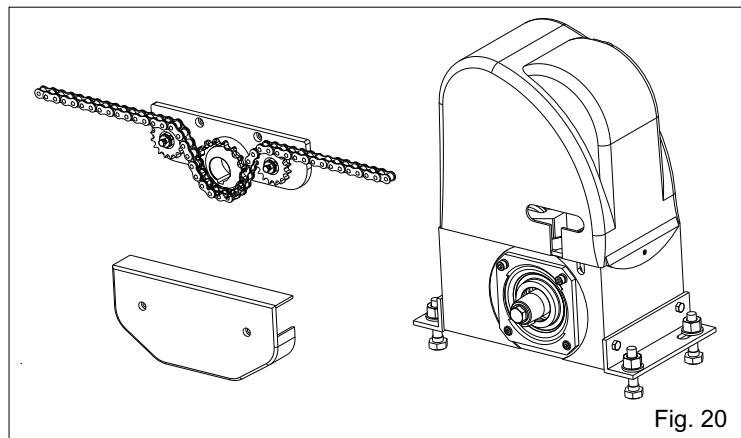
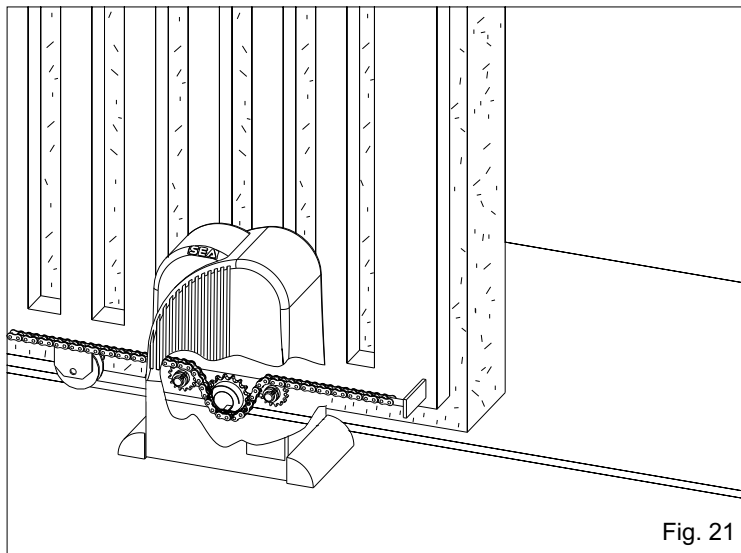
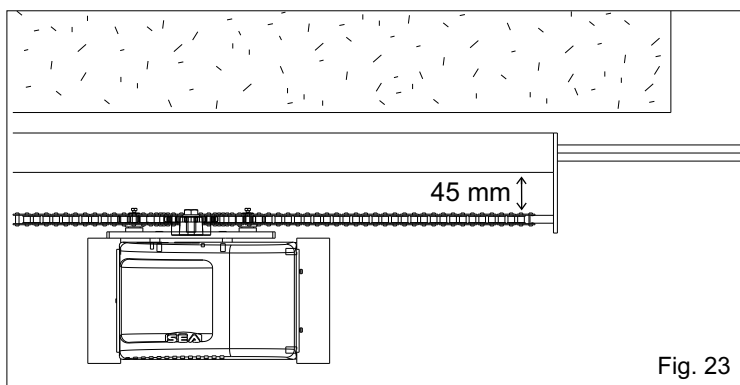
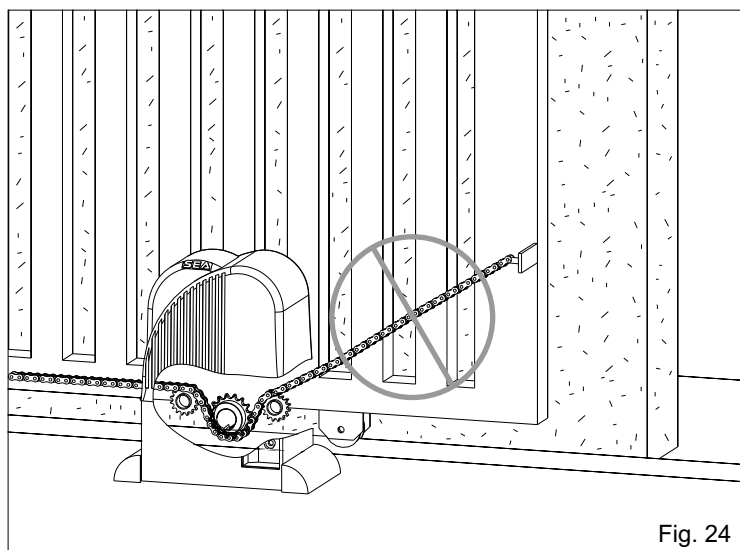

Fig. 20
Fig. 21
Fig. 23
Fig. 24
El montaje de las partes principales que incluyen la total automatización a cadena es ilustrado en Fig. 20.
En las Fig. 21 y 22 es posible ver la correcta instalación respectivamente con cancela abierta y cerrada; notar el recorrido obligado de la cadena al interior del grupo pinión que no tiene que ser modificado.
Nota: Los agujeros por el tensor de cadena y así la misma cadena tienen que estar a una distancia mínima de 45 mm (Fig. 23).
10.2. Instalar la cadena haciéndola pasar por el grupo pinión como en Fig. 20. La cadena tiene que estar siempre en línea, verticalmente (Fig. 21) y horizontalmente (Fig. 23), si no está perfectamente alineada (Fig. 24 y 25) puede causar un descarrilamiento de la misma desde el grupo pinión o se arriesga un esfuerzo mayor por el motorreductor habiendo así un funcionamiento incorrecto de la implantación.